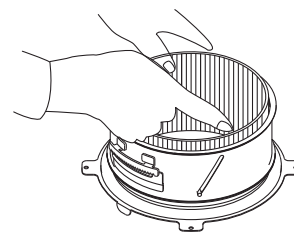

Рис. 4
7. Сгибая фитиль вовнутрь извлечь фитиль. Затем снять держатель фитиля (Рис. 4).